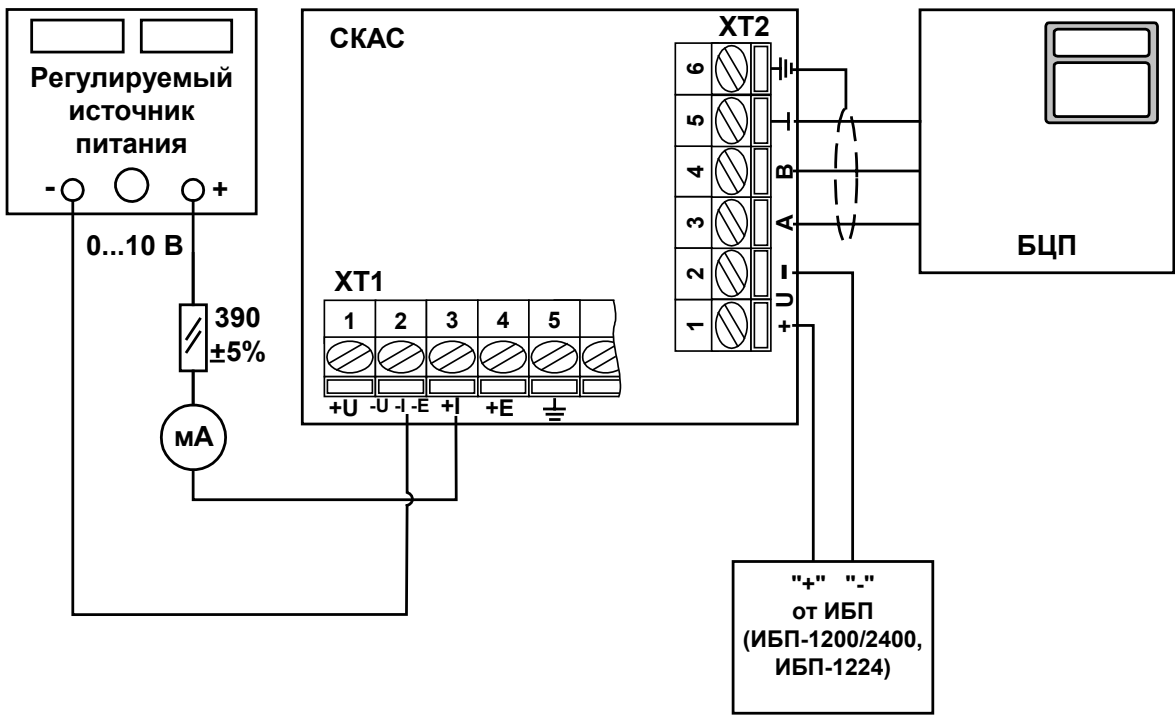

Рис. 7 Схема проверки аналогового входа по току
- При выключенных приборах собрать схему Рис. 7.